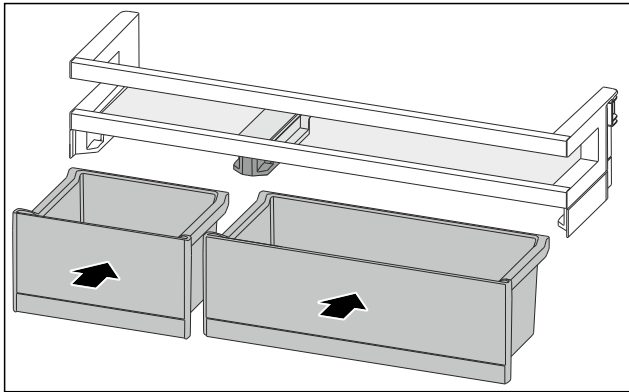

Fig. 79
- Installer les VarioBoxes dans l'agencement inverse. (voir Fig. 79)